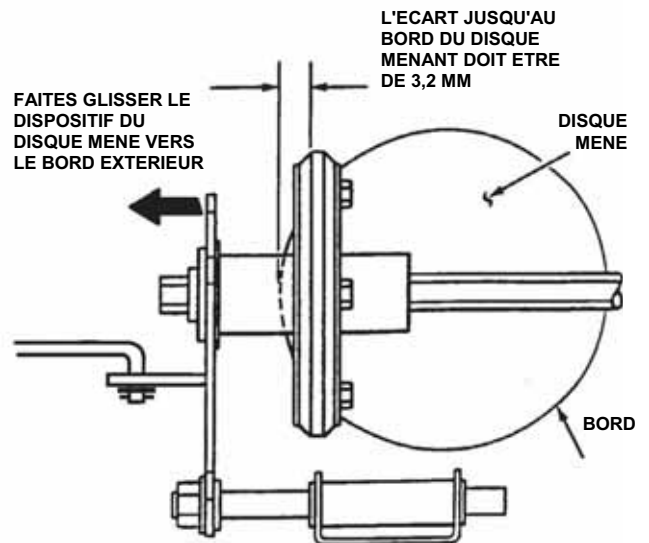

FIGURE 4.10
3. Faites glisser le dispositif du disque mené jusqu'à ce qu'il soit à 3,2 mm du bord du disque menant. Voir figure 4.10.